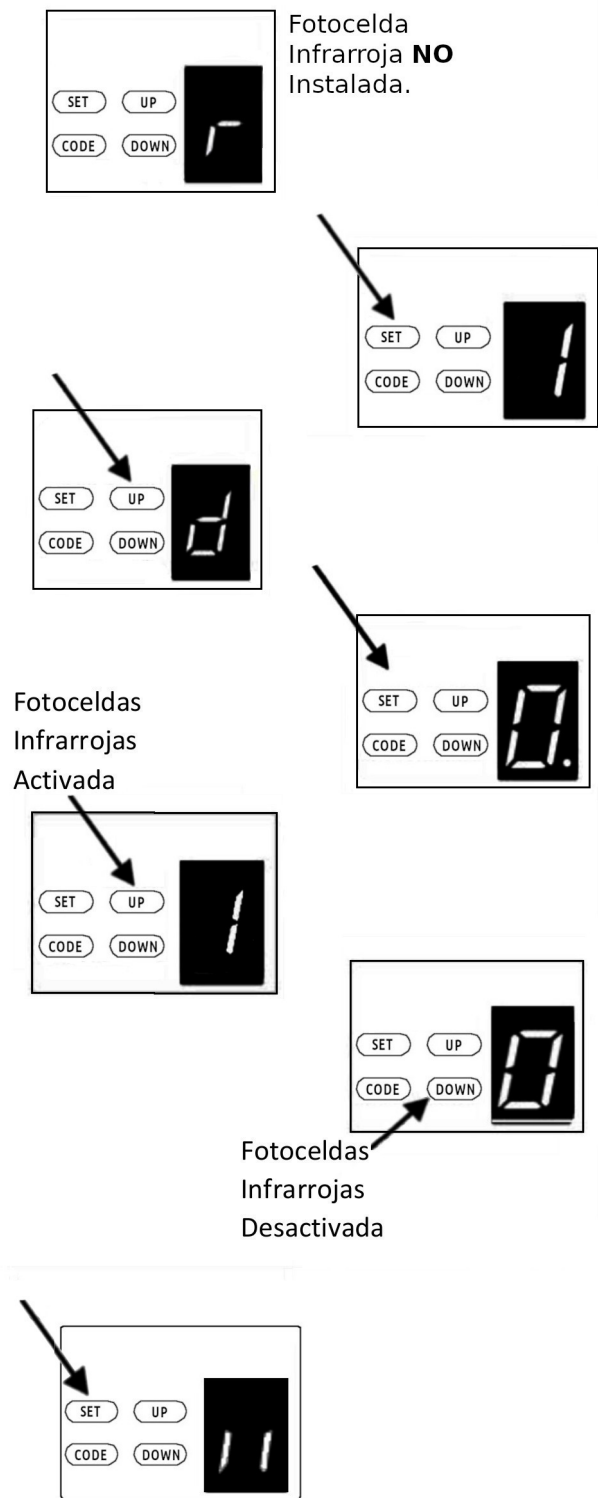

Fig.52
d) Configuración de Foceldas Infrarrojas. (Fig.52)